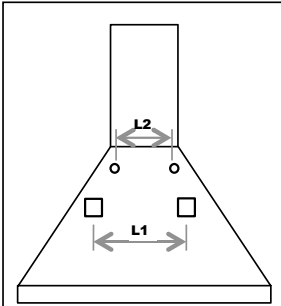

Fig. 5
**IMPORTANTE:** Los sistemas de fijación a) y b) se encuentran alojados en la parte posterior de la campana, en los agujeros L1 (Fig. 5).